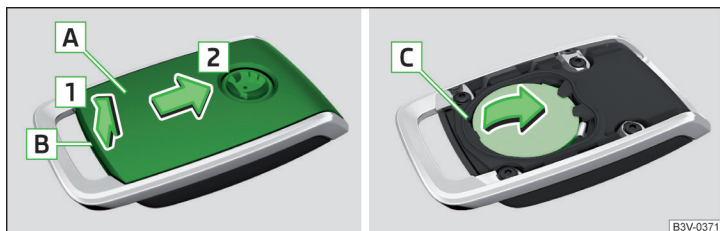

Fig. 322 Ridicarea capacului / scoaterea bateriei
- Cu o șurubelniță dreaptă subțire, desprindeți capacul **A** în zona **B** » fig. 322.